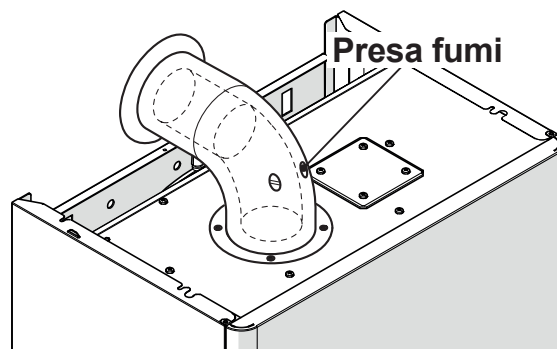

Figura 12.1
- Collegare un analizzatore fumi alle prese di analisi fumi poste sugli scarichi fumi della caldaia Figura 12.1.